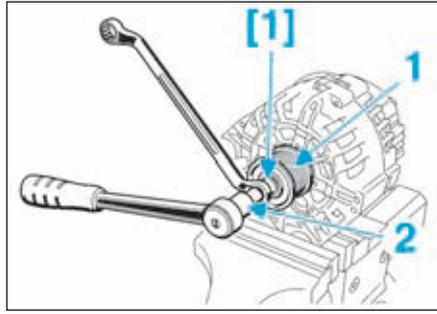

FIG.4
- Mettre en place une douille cannelée [1] sur la poulie roue libre (1) (Fig.4).
- Mettre en place un cliquet (2) sur l'arbre d'alternateur.